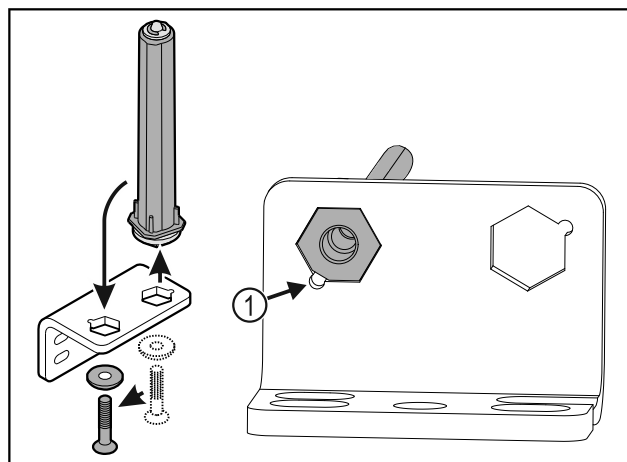

Fig. 39
- ▶ Bodite pozorni, da pri vstavljanju izravnalne točke sornika Fig. 39 (1) kažejo v smeri okrogle luknje.